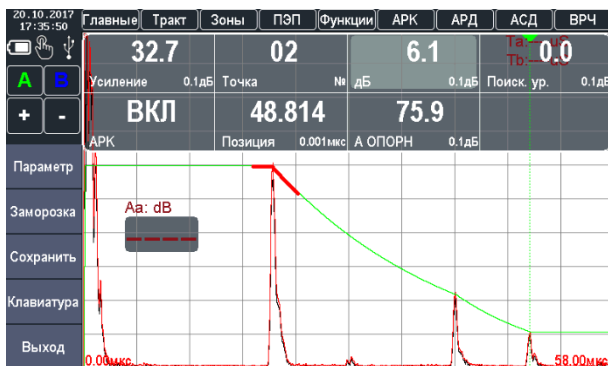

Рисунок 2.49 – Установка уровня ослабления сигнала третьей точки
15. Уровень ослабления «дБ» установить таким образом, чтобы кривая АРК опустилась до пика третьего отражателя (рис. 2.49).